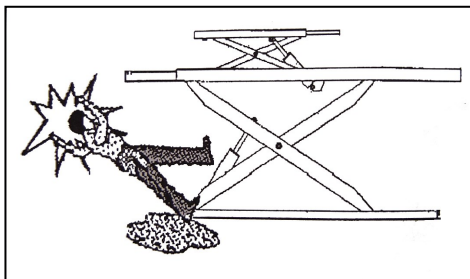

Fig. 15
**RISK OF SLIPPING (Fig. 15)**